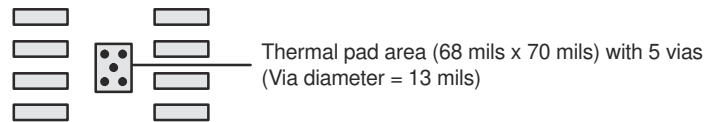

图 7-10. PowerPAD™ 集成电路封装 PCB 蚀刻和过孔布局
1. 用顶面蚀刻方式准备 PCB，如图 7-10 所示。必须对引线进行蚀刻，还要对散热焊盘进行蚀刻。